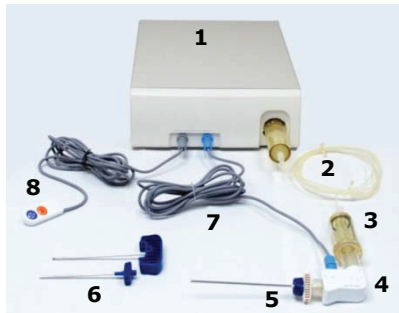

Рис. 1. Система стабилизации позвоночника StabiliT®
Система стабилизации позвоночника StabiliT состоит из восьми (8) компонентов (Рис. 1).